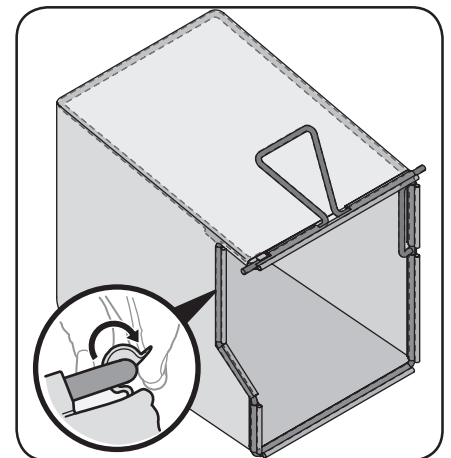

Figura 2-4
- b. Deslice el canal plástico de la bolsa sobre los ganchos en el marco. Vea la Figura 2-4.